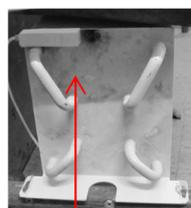

Abbildung 25:
- Fertigkonvektor Typ 10 (auch für Typen 15 und 20 (2-lagig): siehe Abbildung 25